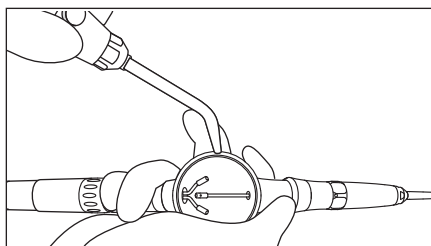

図 13
- 3) パウダーケース内に残ったパウダーをエアなどで取り除きます（図 13）。